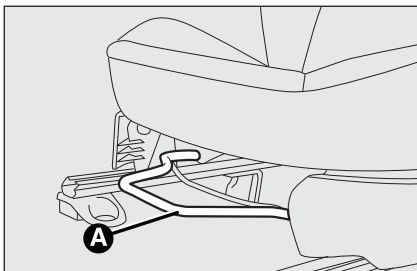

fig. 13
### Regolazione in senso longitudinale fig. 13
**ATTENZIONE** L'utilizzo della leva **D** prima di bloccare il sedile nella posizione iniziale, provoca la perdita della posizione di partenza del sedile, in questo caso necessita regolare la posizione del sedile tramite la regolazione longitudinale fig. 13.
Per riportare il sedile nella posizione iniziale, far scorrere il sedile indietro spingendo sullo schienale (movimento ④); agire sulla leva **D** (movimento ⑤) e sollevare lo schienale (movimento ⑥) fino a percepire lo scatto di bloccaggio. Regolare la posizione longitudinale tramite la leva **A**-fig. 13.